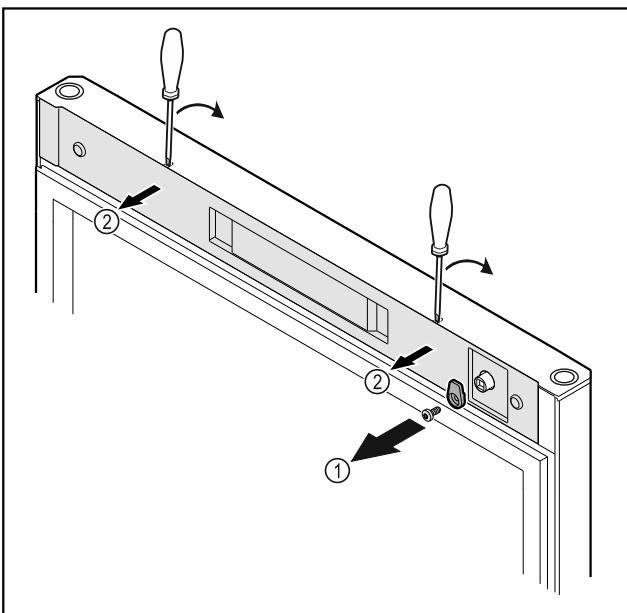

Fig. 9
► Schliebhaken Fig. 9 (1) abschrauben.
► Abdeckung Fig. 9 (2) mit einem kleinen Schraubendreher ausrasten und abnehmen.